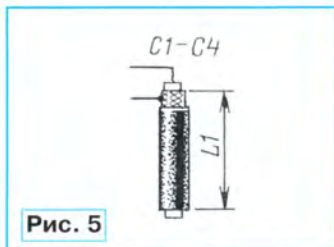

Рис. 5
5. Наматывая катушки на трапы, нам нужно изготовить и конденсаторы. Их делаем из отрезков того же кабеля (рис. 5). К концам этих